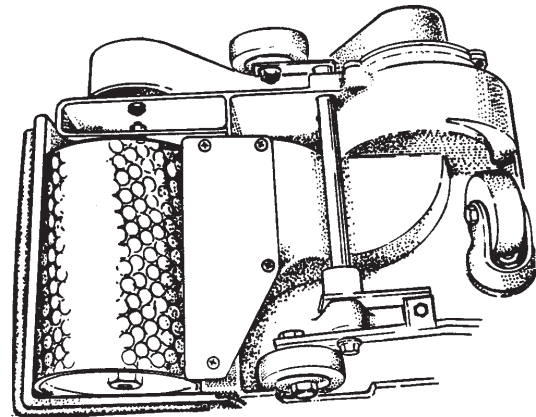

Figura 10
5. Alinee la zapata para el polvo con el tambor y ajuste los tornillos. Consulte la figura 10.